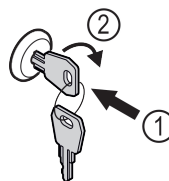

Fig. 123 Примерно изображение
- Пъхнете ключа Fig. 123 (1).
- Завъртете го на 90° по посока на часовниковата стрелка Fig. 123 (2).